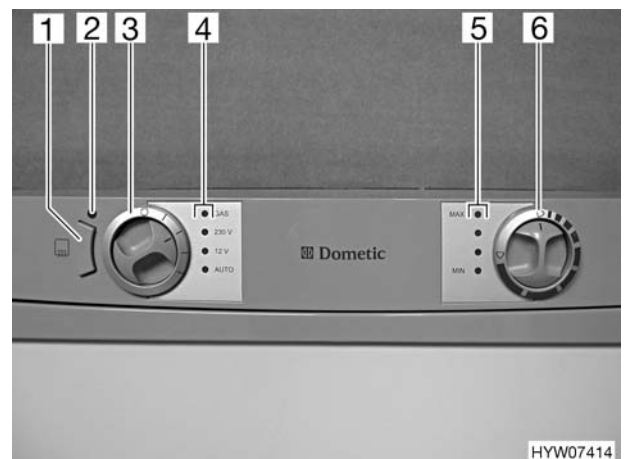

Bild 142 Bedienelemente für Kühlschrank
Bei hohen Außentemperaturen und hoher Luftfeuchtigkeit kann es zur Wassertropfenbildung am Metallrahmen des Frosterfachs kommen. Deshalb ist der Kühlschrank mit einer Rahmenheizung für das Frosterfach ausgestattet. Bei hohen Temperaturen und hoher Luftfeuchtigkeit die Rahmenheizung über die Taste (Bild 142,1) einschalten. So lässt sich Korrosion vermeiden. Wenn die Rahmenheizung eingeschaltet ist, leuchtet die Kontroll-Leuchte (Bild 142,2).
Ist die 230-V-Versorgung nicht angeschlossen und ist der Fahrzeugmotor ausgeschaltet, wählt das AES die Gasversorgung. Beim Anwählen des Gasbetriebs wird die Zündsicherung automatisch geöffnet, so dass Gas zum Brenner strömen kann. Gleichzeitig wird der elektronische Zünder eingeschaltet. Erlischt die Gasflamme, z. B. durch einen Luftzug, wird der Zünder sofort aktiviert und zündet das Gas wieder an. Bei Störung im Gasbetrieb blinkt die Kontroll-Leuchte "GAS" (Bild 142,4) rot.
- ▶ Im Tankstellenbereich ist das Betreiben offener Flammen verboten. Falls der Aufenthalt länger als 15 Minuten dauert, muss der Kühlschrank am Energie-Wahlschalter (Bild 142,3) ausgeschaltet werden.
Nach dem Einschalten wählt der Kühlschrank automatisch die mittlere Thermostateinstellung. Diese Einstellung kann manuell mit dem Drehregler (Bild 142,6) nachgeregelt werden. Die Kontroll-Leuchten (Bild 142,5) zeigen die gewählte Thermostateinstellung an. Mit dem Drehregler wird die Kühltemperatur für alle drei Energiearten eingestellt. Es dauert einige Stunden, bis der Kühlschrank die normale Betriebstemperatur erreicht hat. Beim Umschalten der Betriebsart wird die Thermostateinstellung beibehalten. Die Kühltemperatur wird unabhängig von der Energieart beibehalten.
- Mit dem Energie-Wahlschalter (Bild 142,3) die Energieart wählen. Die zugehörige Kontroll-Leuchte (Bild 142,4) leuchtet grün.
- Kühltemperatur am Drehregler (Bild 142,6) einstellen. Die Kontroll-Leuchten (Bild 142,5) zeigen die gewählte Thermostateinstellung.
Bei Störung im Gasbetrieb blinkt die Kontroll-Leuchte "GAS" (Bild 142,4) rot.
- Den Energie-Wahlschalter (Bild 142,3) auf "O" drehen. Keine Kontroll-Leuchte (Bild 142,4) leuchtet mehr.